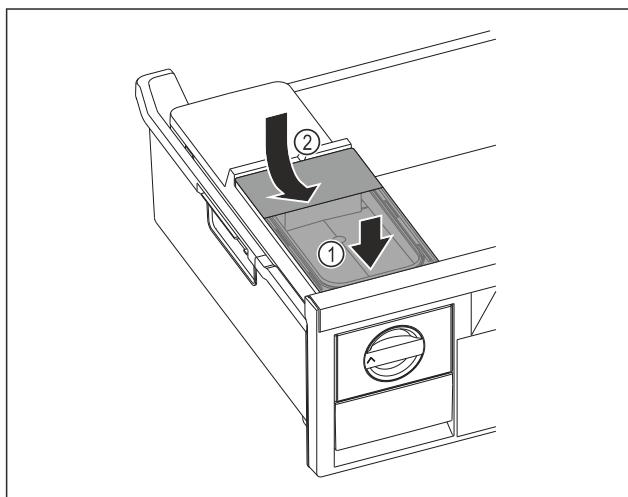

Fig. 114
- Wassertank vorne ansetzen. Fig. 114 (1)
- Wassertank hinten absenken. Fig. 114 (2)